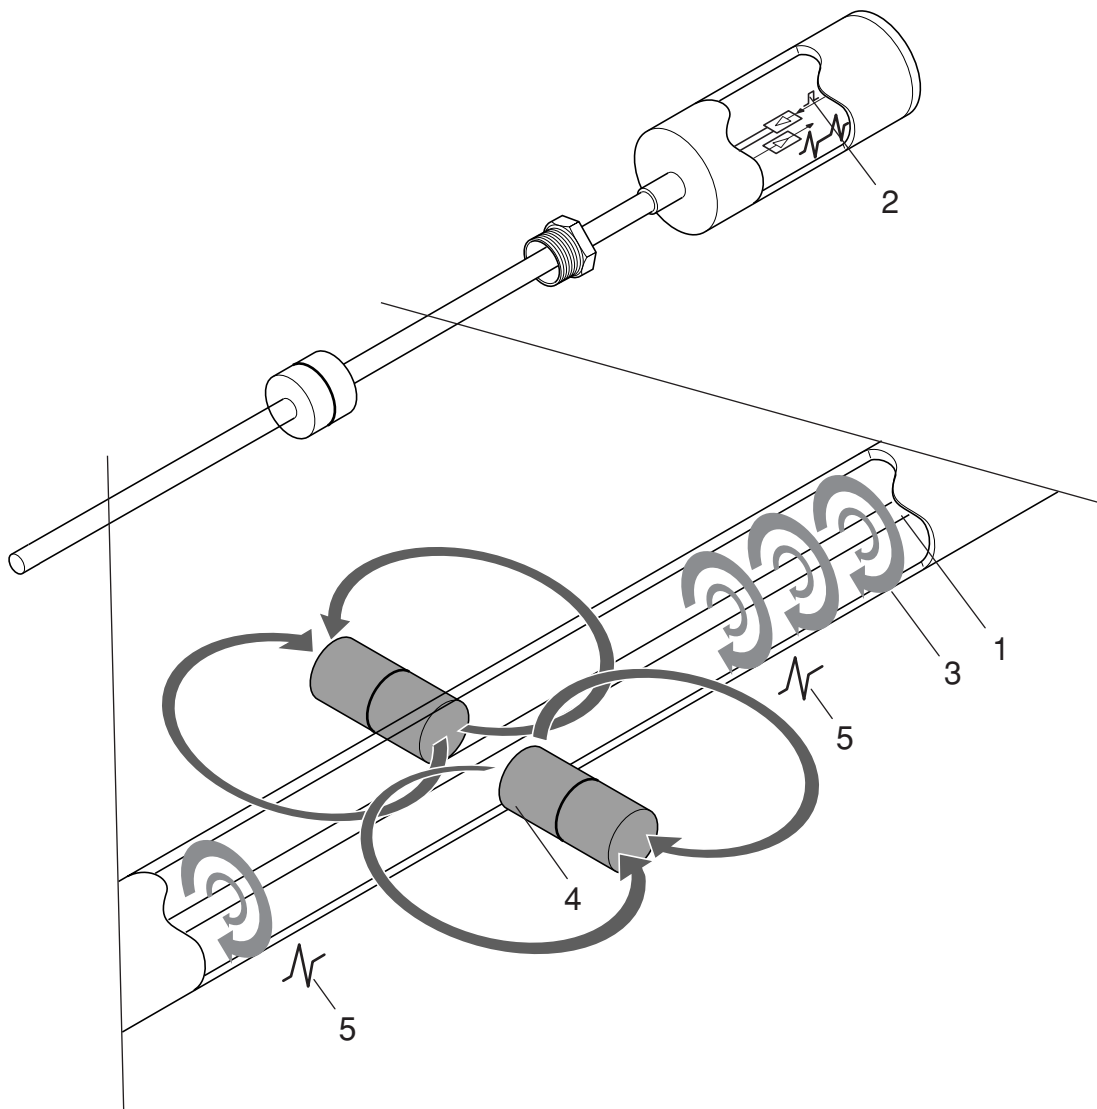

Abb. 2: Funktionsprinzip des Messwertgebers TORRIX
Das in Abb. 2 dargestellte Messverfahren nutzt den physikalischen Effekt der Magnetostriktion und ist weitgehend unabhängig von der Temperatur. Im Sondenrohr ist ein Draht (1) aus magnetostrikтивem Material gespannt. Durch die Sensor-elektronik werden Strompulse (2) durch den Draht gesendet, die ein zirkulares Magnetfeld (3) erzeugen. Als Füllstandgeber dient ein Magnet (4), der im Schwimmer eingebaut ist. Sein Magnetfeld magnetisiert den Draht axial. Durch die Überlagerung der beiden Magnetfelder wird im Bereich des Schwimmermagneten eine Torsionswelle (5) erzeugt, die in beide Richtun-